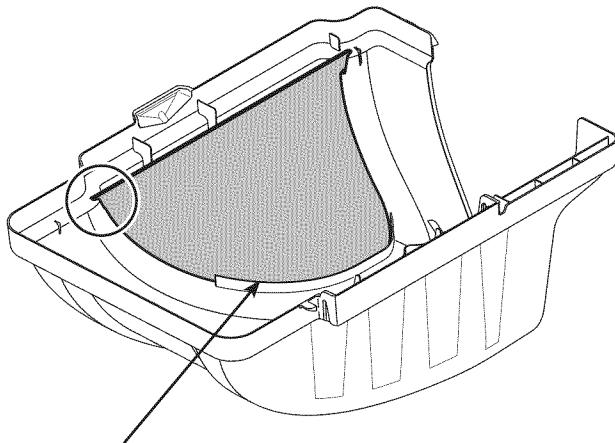

Figura 8
10. Calce el otro lado de la pantalla flexionando la pantalla y empujándola dentro del otro orificio de abertura correspondiente . Vea la Figura 8.